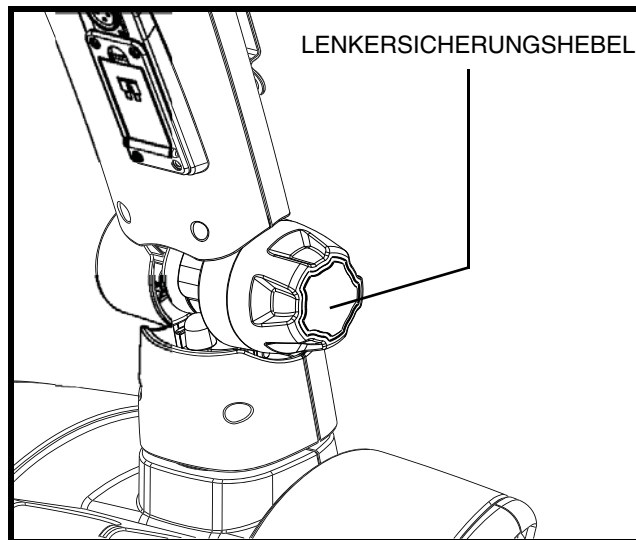

Abb. 13. Einstellung des Lenkers
1. Während Sie den Lenker festhalten, drehen Sie den Lenkersicherungshebel im Uhrzeigersinn, um den Lenker zu lösen. **Siehe Abb. 13.**